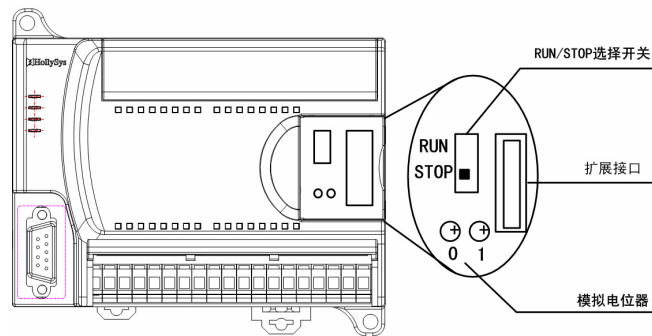

图 1-3 选择开关、电位器及扩展接口图示
- 揭开CPU模块表面侧盖，可以看到运行选择开关、可调电位器及扩展接口，如图1-3所示。